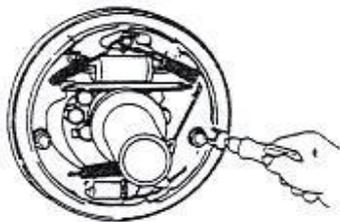

figure 2-16
(1) Démontez le goupille de support, la tige de réglage, le dispositif de réglage et le ressort sur la chaussure de frein. Voir figure 2-16